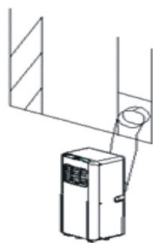

Fig.6
- 2) Як показано на рис. 6 та рис. 6а, встановіть викидний шланг і відрегулюйте положення вікна.